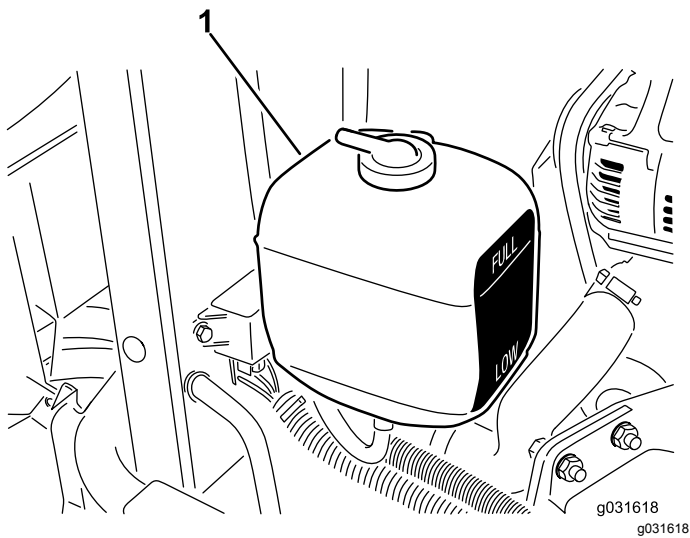

Figure 52
1. Vérifiez le niveau du liquide de refroidissement dans le vase d'expansion (Figure 52).